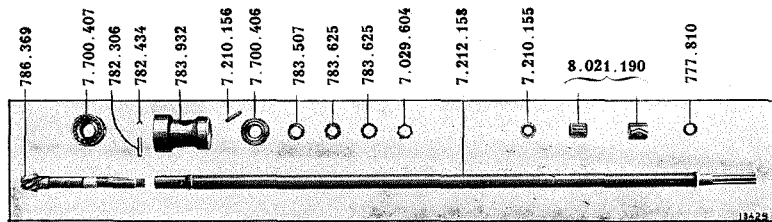

FIG. 4. — Arbre de transmission.
- X.786.369. — Pignon de commande de différentiel (6 dents) (voir fig. 4, page 6). . . . . 1